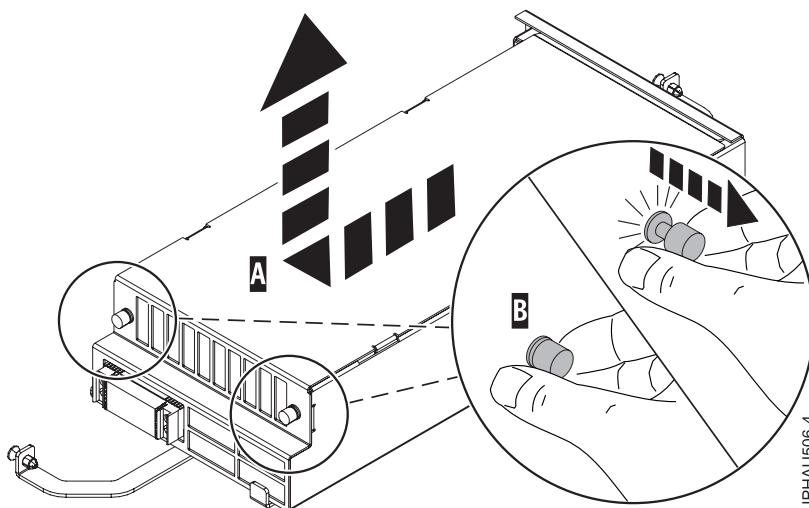

Figure 1. Retrait du cache de bloc processeur système
10. Retirez le capot du bloc processeur système (A). Pour cela, déverrouillez les deux boutons de blocage (B), tirez le capot vers vous et soulevez-le (voir la figure 1).